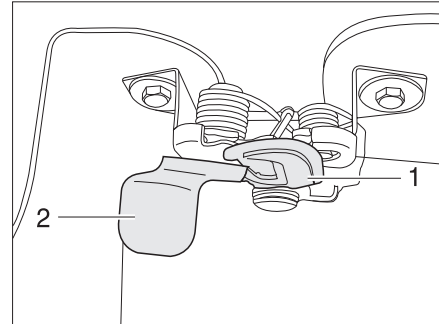

Bild 30 Låsspak motorhuv utsida
- Stick in en hand under motorhuv och manövrera låshaken (Bild 30,1). Stick för detta in handen bakom plattan (Bild 30,2) och dra plattan framåt.